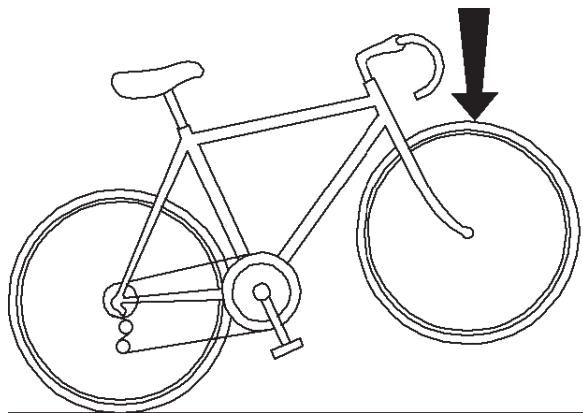

Fig. 17
sollevate la ruota anteriore alzando la bicicletta per il manubrio (Fig. 17) e date dei colpi secchi dall'alto verso il basso sulla ruota verificando che essa rimanga saldamente in posizione.
- To check that the wheel is tight, raise the front wheel by lifting the bicycle by the handlebars (Fig. 17) and strike the top of the wheel sharply in a downward direction. The wheel should remain firmly in place. Then repeat this check on the rear wheel by lifting the back of the bicycle.
das Fahrrad beim Lenkerbügel leicht hochziehen, um das Vorderrad vom Boden abzuheben (Abb. 17). Nun von oben nach unten auf das Laufrad schlagen. Darauf achten, daß das Laufrad fest und sicher in Position bleibt. Die selbe Kontrolle nun auch beim Hinterrad durchführen.
soulevez la roue avant en levant la bicyclette par le guidon (Fig. 17) et donner quelques coups secs du haut vers le bas sur la roue en vérifiant qu'elle est solidement fixée.
levantar la rueda anterior cogiendo la bicicleta por el manillar (Fig. 17) y golpear con golpes secos, de arriba a abajo, la rueda, asegurándose que ésta permanezca en su sitio bien fija.
- U kunt op de volgende wijze eenvoudig controleren of het wiel goed vastzit: Til het voorwiel van de grond door het stuur omhoog te trekken (Fig. 17) en geef het wiel een stevige duw naar beneden. Het wiel dient zonder problemen op zijn plaats te blijven.